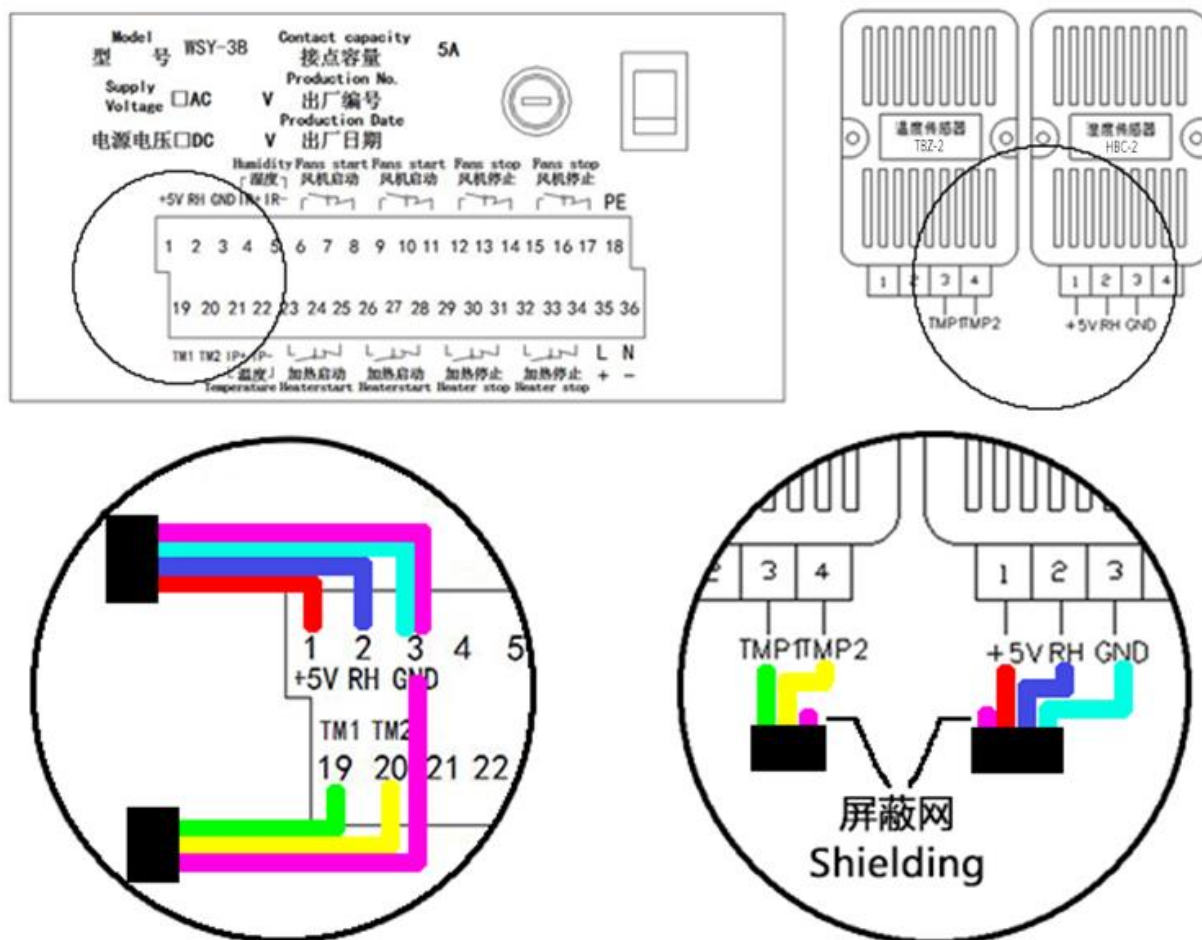

图 13
3、变送器和仪表采用屏蔽电缆连接，由于连接会有一段距离，可能产生的长线效应会对仪表的输出产生干扰，为了避免这种干扰，请在接线时将连接温度变送器电缆的屏蔽网连接到仪表的 GND 端，连接变送器的电缆的屏蔽网要悬空(图13)。